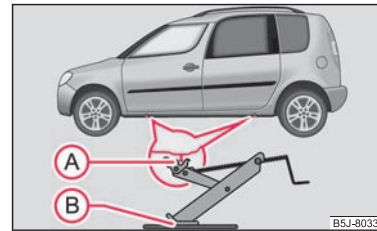

Abb. 151 : Aufnahmepunkte für den Wagenheber
- Wählen Sie zum Ansetzen des Wagenhebers den Aufnahmepunkt - Einprägung im Unterholm, der dem defekten Rad am nächsten liegt ⇒ Abb. 151.